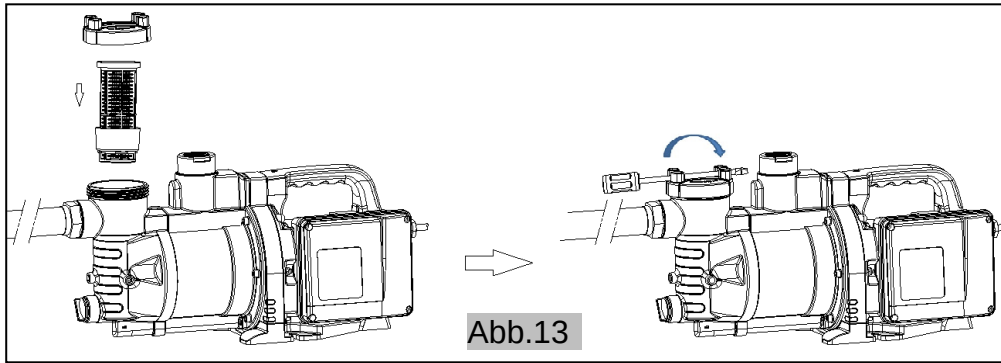

Abb.13
- (3) Nachdem Sie den Filter vorsichtig wieder eingesetzt haben, prüfen Sie, ob das Pumpengehäuse und die Saugleitung mit Wasser gefüllt sind. Sollte dies nicht der Fall sein, befolgen Sie die Schritte zum Befüllen des Pumpengehäuses unter 7.1 und füllen Sie das Pumpengehäuse und die Saugleitung vollständig mit Wasser. Prüfen Sie, ob das Rückschlagventil im Filter in Ordnung ist und sich leichtgängig bewegen lässt und ob die Dichtung des Filterdeckels nicht verschmutzt ist oder etwas im Filter fehlt. Drehen Sie dann den Filterdeckel im Uhrzeigersinn zurück (Abb.13).